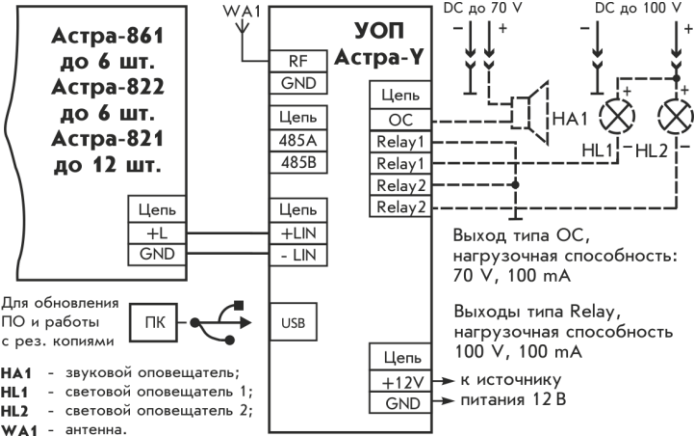

Рисунок 3
- Релейные модули «Астра-821», «Астра-822» (до 16 штук), модули выносной индикации «Астра-861» (до 6 штук) увеличивают информативность УОП (рисунок 3).